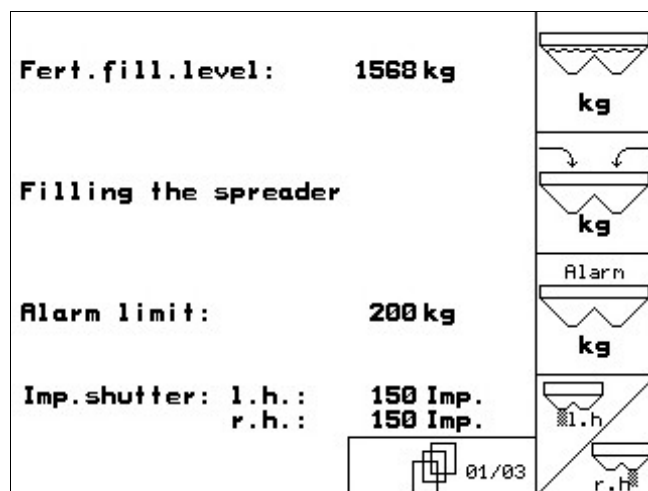

Fig. 86
- menu machine data page 1 (Fig. 86).